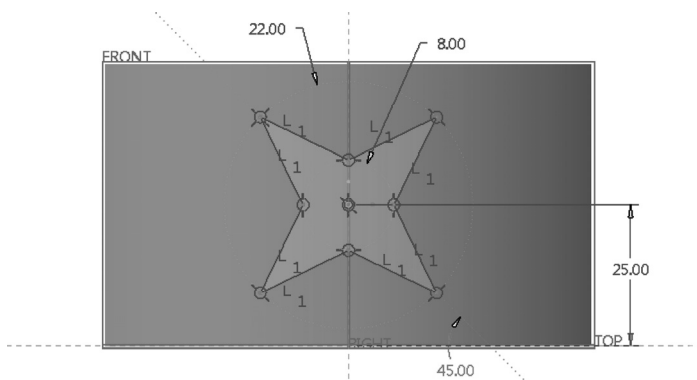

图 5-109 绘制图形
6) 通过 (选项板) 工具的“四角星”功能绘制图 5-109 所示的图形，然后单击 (确定) 按钮，完成草绘并退出草绘器。